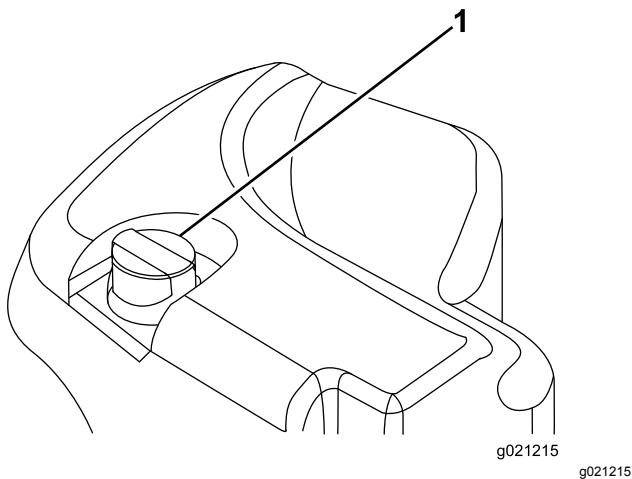

Figura 14
2. Limpie alrededor del cuello de llenado y el tapón del depósito de aceite hidráulico (Figura 14).